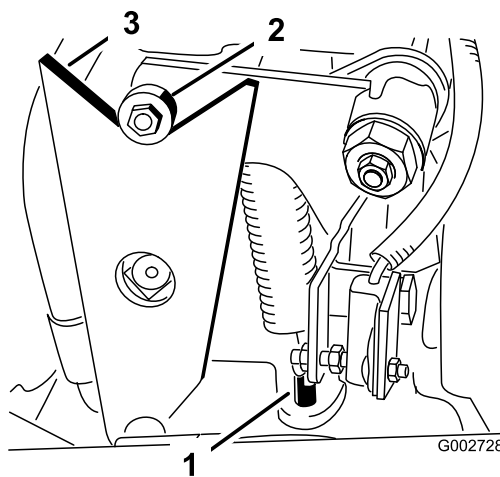

Figura 41
- Si las ruedas giran en la dirección correcta, pare el motor y ajuste la contratuerca del pasador de ajuste del muelle (Figura 41). Ajuste el punto muerto de la tracción; consulte Ajuste del punto muerto de la transmisión de tracción.